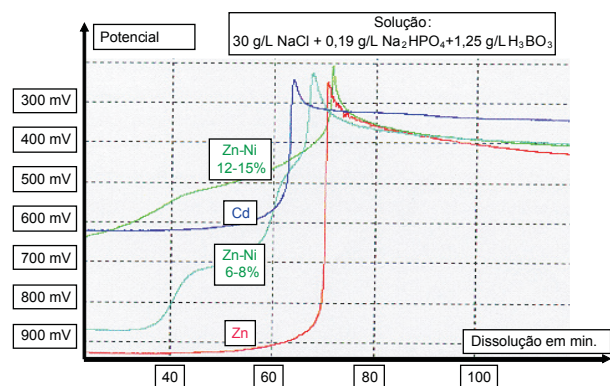

Figura 1: Comparação da dissolução anódica dos processos de zinco alcalino, cádmio e zinco níquel 6-8% e zinco-níquel 12-15%
Papel da composição das ligas: No zinco-níquel alcalino 12-15%, o papel protetor do passivador tem menos importância já que a liga é muito nobre, com um potencial anódico de dissolução de  $E_{\text{SCE}} = -680$  mV mais próximo do cádmio  $E_{\text{SCE}} = -640$  mV do que do zinco alcalino  $E_{\text{SCE}} = -940$  mV (7), como mostra a Figura 1.